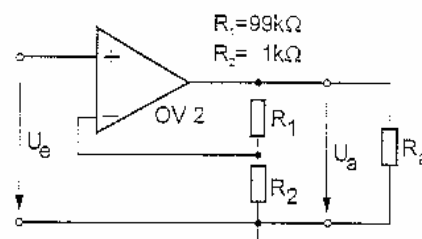

Bild 2
5.2 Spannungsverstärker (Bild 2)
- Berechnen Sie allgemein und zahlenmäßig die durch die Nullpunktfehler verursachte Ausgangsfehlerspannung ΔU_a des Meßverstärkers von Bild 2. (an Superposition denken!)